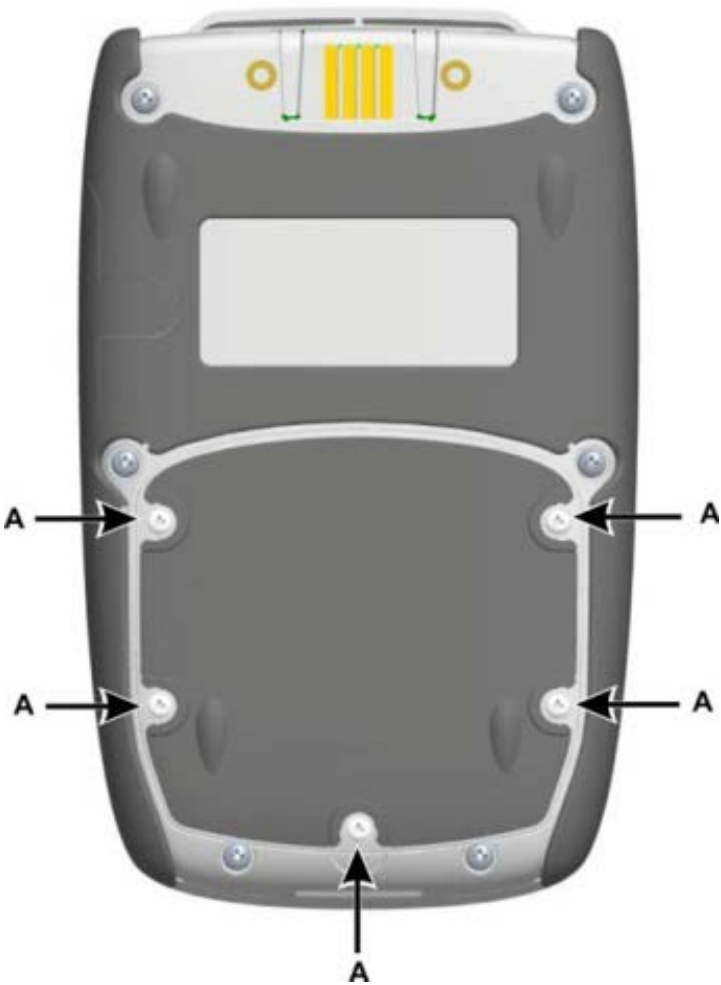

Figure 1-1
1. Retirez les cinq vis cruciformes (**A**) (voir : Figure 1-1).